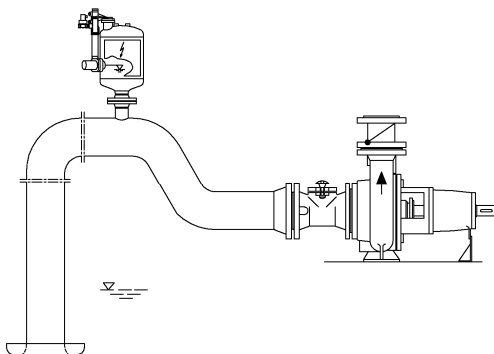

Fig. 3
- Typ AELG..S: Ausführung für stark verschmutzte Fördermedien wie z.B. Abwasser, Schlämme oder Sinterwasser (Fig.3).
- Type AELG..S: Design for use with heavily contaminated fluids (Fig.3).
Nach Fig.3 sollte in Pumpenanlagen zur Förderung stark verunreinigter Medien anstelle einer Gehäuse-Entlüftungsleitung ein Etagenbogen vor der Pumpe vorgesehen werden, dessen unterer Scheitelpunkt über dem höchsten Punkt des Pumpengehäuses liegt
As per Fig.3, the instance when heavily contaminated fluids are to be conveyed in the pump system, the casing vent pipe should be replaced by a deck pipe, to be fitted in front of the pump. The lower vertex of the deck pipe must lie above the peak point of the pump casing.